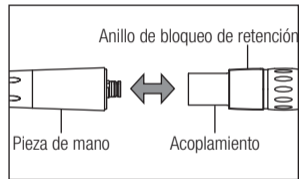

Fig. 2
- 1) Inserte la pieza de mano en el acoplamiento. (Fig. 2)
Tire hacia atrás del anillo de bloqueo de retención y retire la pieza de mano del acoplamiento. (Fig. 2)